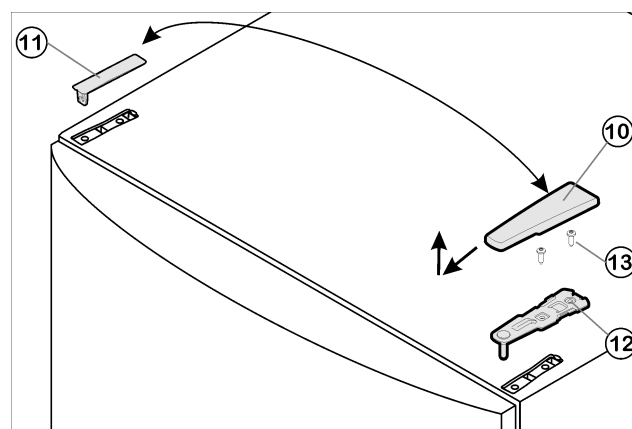

Fig. 4
- ▶ Wyjąć osłonę Fig. 4 (10) do przodu i do góry.
- ▶ Podnieść osłonę Fig. 4 (11).
- ▶ Odkręcić górną płytkę zawiasu Fig. 4 (12) (2 razy Torx® 25) Fig. 4 (13) i wyjąć ją do góry.
- ▶ Włożyć w drzwi górną płytkę zawiasu Fig. 4 (12) po nowej stronie zawiasów.
- ▶ Przykręcić mocno górną płytkę zawiasu Fig. 4 (12) (z siłą 4 Nm) (2 razy Torx® 25) Fig. 4 (13). Ewentualnie nakłuć otwory pod śruby lub użyć wkrętkarki akumulatorowej.
- ▶ Zazębnić osłonę Fig. 4 (10) i osłonę Fig. 4 (11) odpowiednio po przeciwnych stronach.